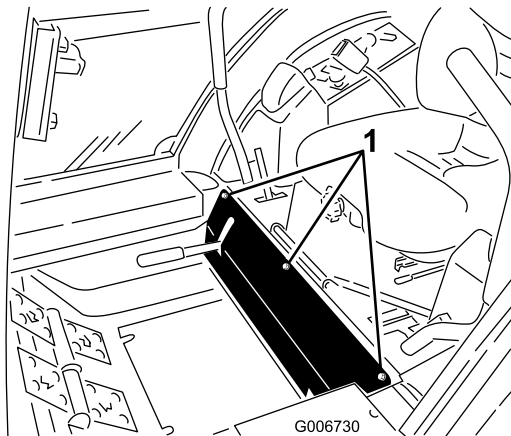

Figura 71
3. Afloje los pernos del panel delantero y retire el panel (Figura 71).